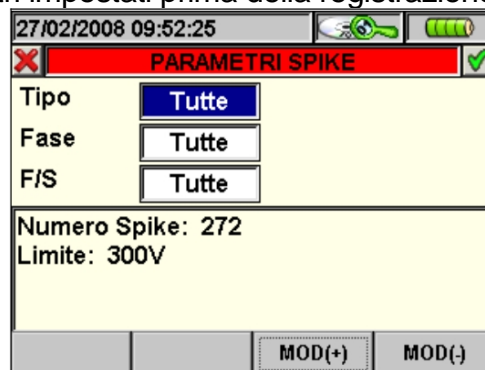

Fig. 96: Parametri Spike
- Il tasto **F2** (o la voce **PARAM** sul display) accede alla pagina che mostra le impostazioni eseguite per gli Spikes (Fig. 96)